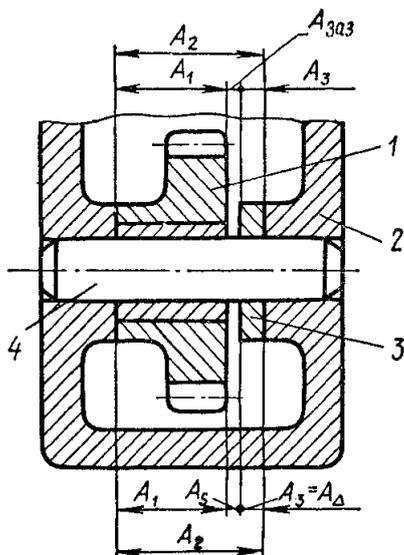

Рисунок 5.4.1 – Размерная цепь (фрагмент чертежа редуктора)
**Задача 2.** По фрагменту сборочного чертежа редуктора (рис. 5.4.1), определить размер толщины кольца  $A_3$  с допуском, если заданы размеры корпуса  $A_1$ , шестерни –  $A_2$  и зазора  $A_{заз}$  (варианты – в табл. 5.2).